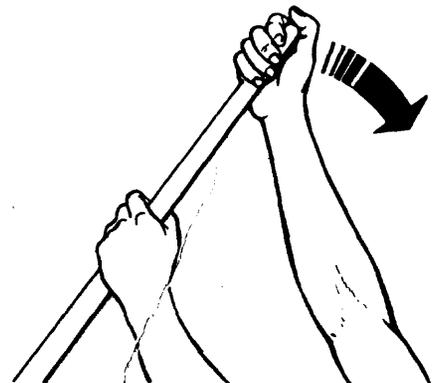

Fig. 3
- 3º paso Agarre la palanca, y hágale presión hacia abajo, hasta cortar la cabilla (figs. 3 y 4).